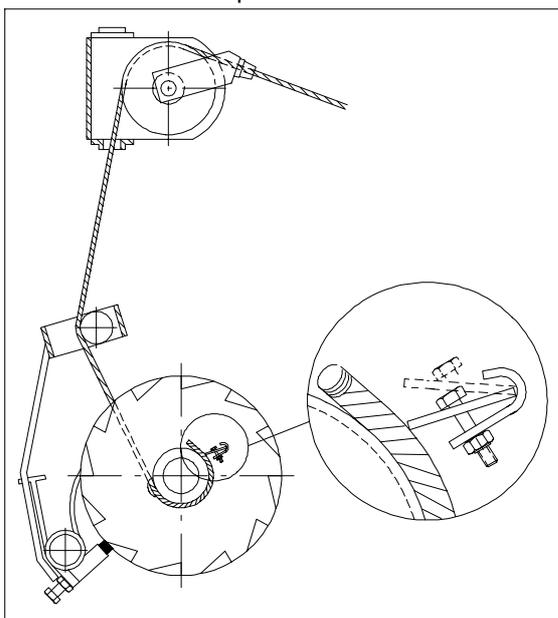

Fig. 19. Stramming av kabelen
- Kutt først det tykkere lokket til riktig lengde (1). Husk 20mm (0.782) klareringen. Kutt så bort den samme mengden fra formrøret. Lag en lignende forkortning på den resterende siden av P.T.O.en. Ta vekk den ru kanten med en fil.
5. Passer så enden av kabelen gjennom hullet i trommelplaten, dra cirka 15 cm (6"), og plasser under kilen til kabellåseutstyret. Se fig. 19.